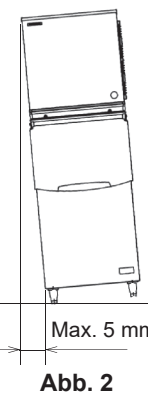

Abb. 2
- * Abgabeeinheit/Eisaufbewahrungsbehälter in allen vier Richtungen nivellieren. Bei Verwendung eines Eisaufbewahrungsbehälters die Füße des Eisaufbewahrungsbehälters nivellieren. Siehe Abb. 2.